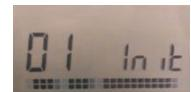

Fig. 2
- 2 carrés l'un au dessus de l'autre (Fig 2) qui se déplace de droite à gauche indique la réception d'une trame de configuration RF correcte.